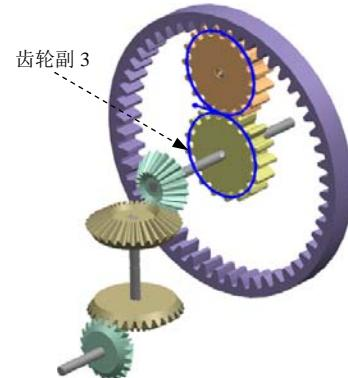

图 5.5.12 定义齿轮副 3
Step20. 定义齿轮副 3。选择下拉菜单 **插入 (S) → 传动副 (T) → 齿轮副 (G)...** 命令；单击“齿轮副”对话框中的 **第一个运动副** 区域下 **\*选择运动副 (①)** 按钮，在运动导航器的“Joints”节点下选取旋转副 J004 为齿轮的第一个运动副；单击 **第二运动副传动** 区域下 **\*选择运动副 (①)** 按钮，选取旋转副 J005 为齿轮的第二个运动副；在“齿轮副”对话框 **设置** 区域的 **比率** 文本框中输入值 1，其余参数接受系统默认设置；单击 **确定** 按钮，完成齿轮副的定义，如图 5.5.12 所示。